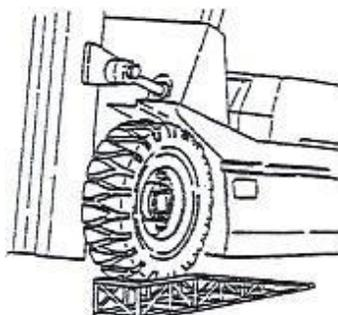

Рисунок 2-54
7.5.4 Замена роликов секции мачты. См. рисунок 2-54